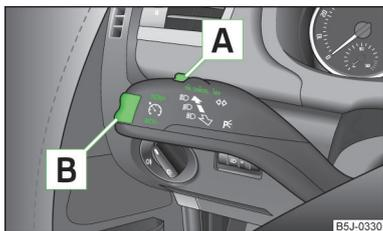

Fig. 101
- Pulsar el conmutador **A** » fig. 101 a la posición **ON**.
- Presionar el balancín **B** » fig. 101 de la página 121 a la posición **RES**.
- La velocidad memorizada se puede reducir presionando el balancín **B** » fig. 101 de la página 121 en la posición **SET**.
El sistema regulador de velocidad también se **desconecta temporalmente**, pulsando el interruptor **A** » fig. 101 de la página 121 en la posición de suspensión elástica **CANCEL** o bien el pedal de freno o de embrague.
- Pulsar el conmutador **A** » fig. 101 de la página 121 desplazándolo hacia la derecha a la posición **OFF**.